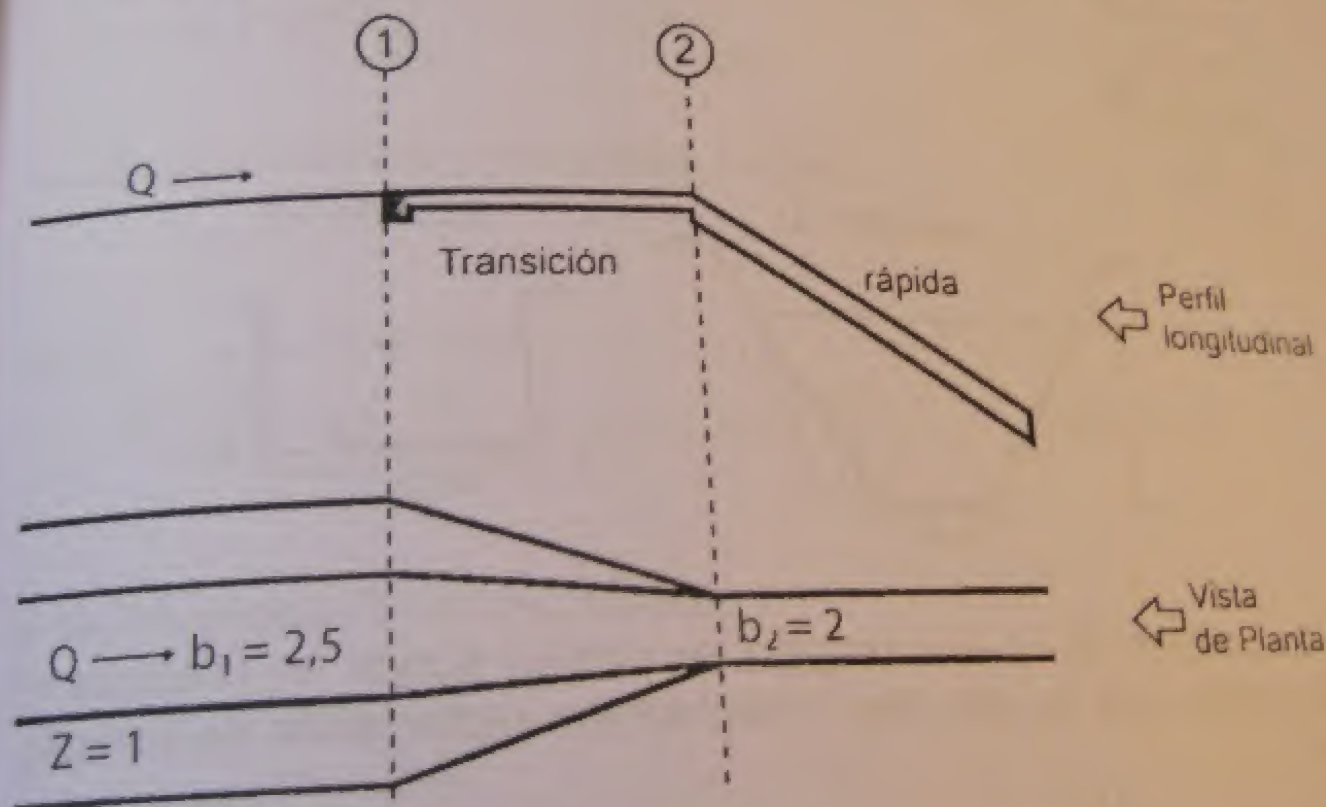

Figura 34. Tramo de un canal
73. Un canal de sección trapezoidal con ancho de solera 2,50 m y talud 1, está trazado en un perfil longitudinal como se muestra en la figura 34.